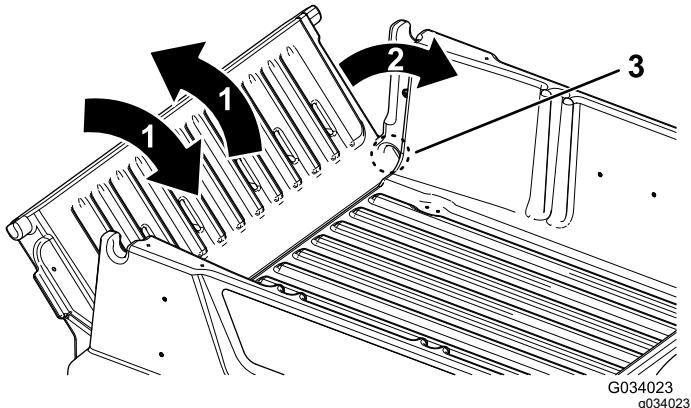

図19
2. テールゲートを45°程度の角度にする図19。
3. この位置から、テールゲートを小刻みに前後に振るように数回往復させる図19。